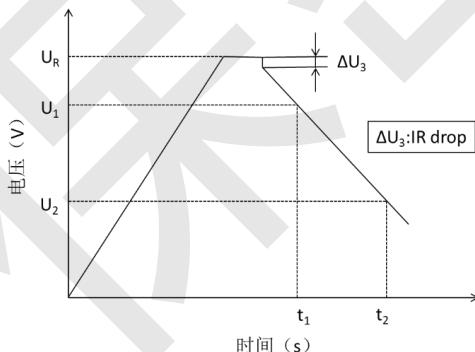

图2 电容量测试示意图
测量电容器两端电压从  $U_1$  到  $U_2$  的时间  $t_1$  和  $t_2$ ，如图 2 所示，根据下列等式计算电容量值：
- 用电压记录仪记录电容器充放电转换端电压瞬间 10ms 电压降的变化量  $\Delta U_3$ , 如图 2 所示。